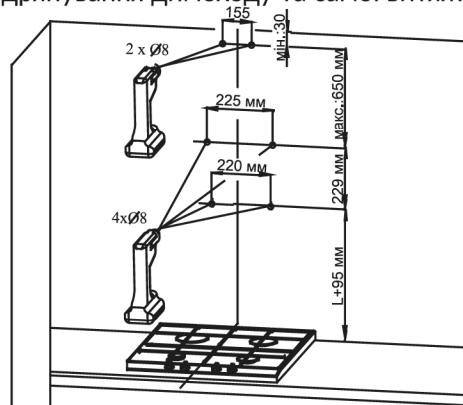

Рис. 3. Підготовка місця встановлення витяжки
- Визначте ось плити та проектуйте її на стіну, де буде встановлено витяжку. Позначте усі точки кріплення витяжки. Зробіть отвори свердлом (Рис. 3).